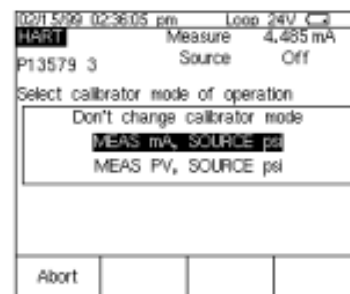

图 6
现在 DPC 已经被设置成向变送器输出正确的热电偶值，检测环路中的 mA 电流值并显示对应的定制单位值，并且提示用户输入温度控制器上实际显示出来的温度值（如图6），由此来计算系统的整体误差（图7）。
启动自动测试“Auto test”，DPC 将模拟一个 K 型热电偶的 100°C 送至变送器并测量额定的 4 mA。一旦测量完毕，将会出现如图 6 所示的一个对话框。
(图6)
因为温度控制器的数字读数需要进行校准的技术人员在控制室去查看读数，在DPC744上键入读数(见图6)，对200°C和300°C重复上述操作。一旦测试完成，结果将如图7（图10）所示。
2. 再按 键，仪器将提示您选择 744 的设置 (图 6)。选择 MEAS mA, SOURCE psi 将设置校准器测量模拟 mA 输出和同时加到变送器输入及压力模块上的压力。(选择 MEAS PV, SOURCE psi 将设置 744 评估来自变送器的数字 PV 输出。按 进行选择。